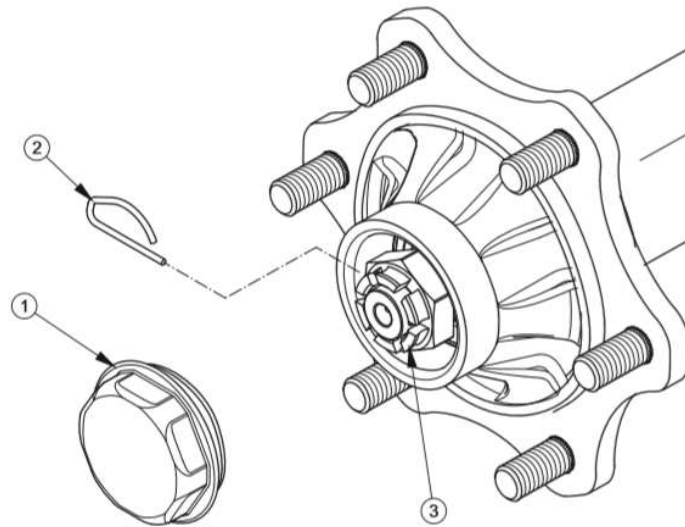

Bild 41 Einstellen der Fahrachslager
- Entfernen Sie die Nabenkappe (1) - Abb. 41
- Entfernen Sie den Splint (3), der die Kronenmutter (2) sichert.